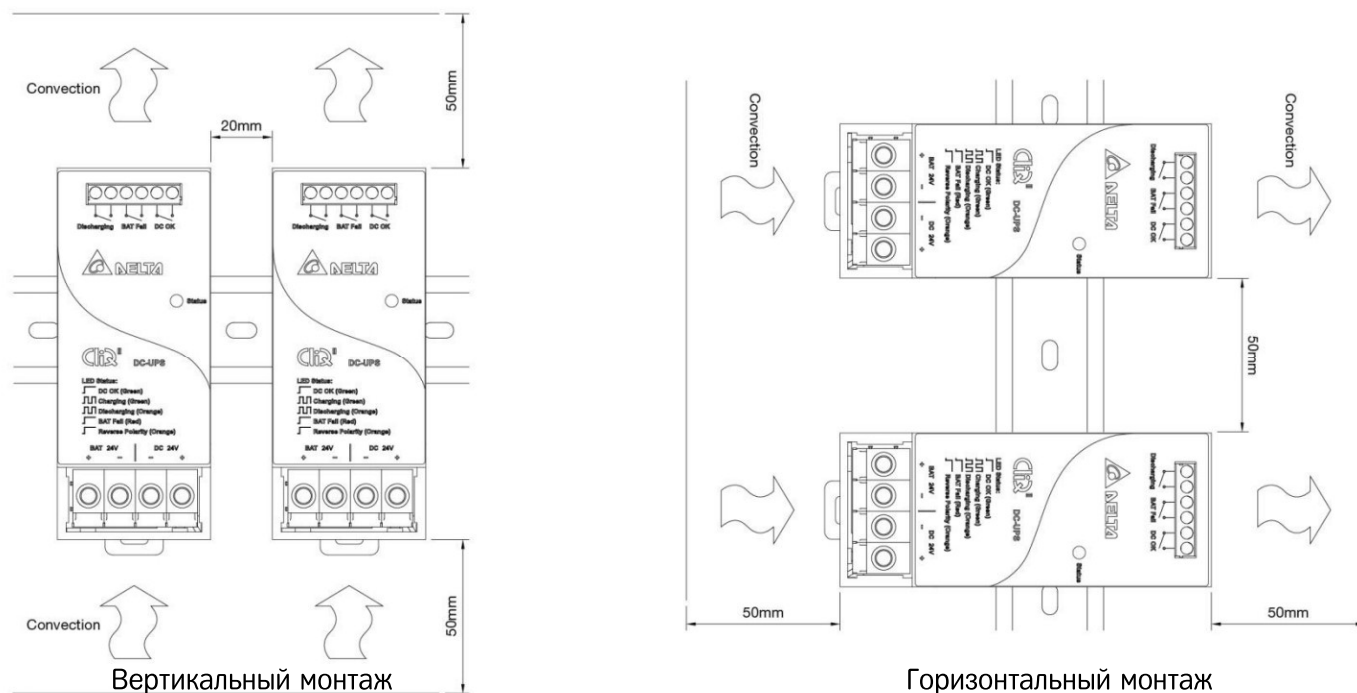

Рис.1. Минимальные рекомендуемые расстояния при монтаже модулей в шкафу.
- Для обеспечения условий охлаждения естественной конвекцией соблюдайте необходимые минимально допустимые размеры между устройствами: не менее 50 мм сверху и снизу устройства и не менее 20 мм между боковыми сторонами устройства (Рис.1).